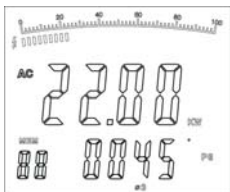

图11
3. 记录完当前第二相功率值后, 按下SEL键进入第三相 , 这时双显示第三相的有功功率值和相位角, 如图11: